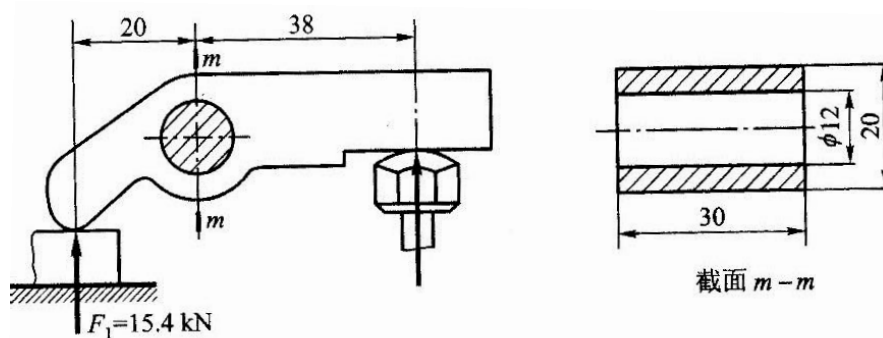

图 7
3. (20分) 压板的尺寸和载荷情况如图 7 所示, 图中长度单位均为 mm。材料为 45 钢, $\sigma_s = 380\text{MPa}$, 取安全系数 $n = 1.7$ 。试校核压板的强度。